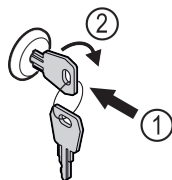

Fig. 131
- ▶ Πιέστε μέσα το κλειδί Fig. 131 (1).
- ▶ Περιστρέψτε το κλειδί 90° δεξιόστροφα Fig. 131 (2).